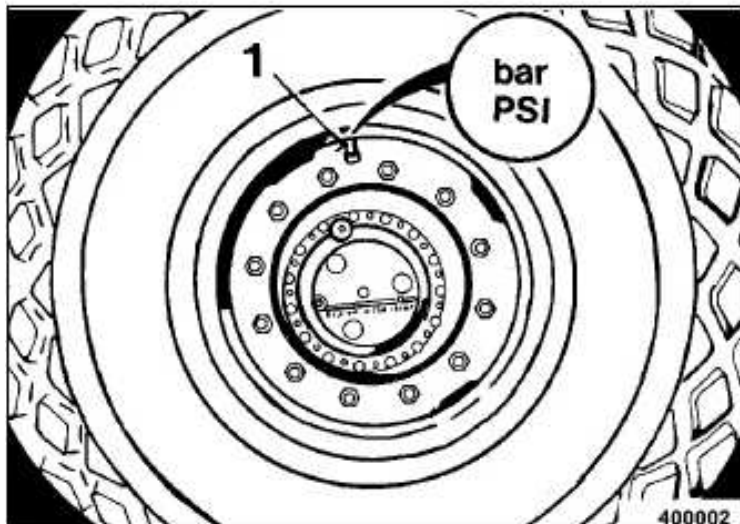

Fig. 101
- Medir la presión de inflado con el manómetro en la válvula de la rueda 1 (Fig. 101) con la válvula situada por arriba.